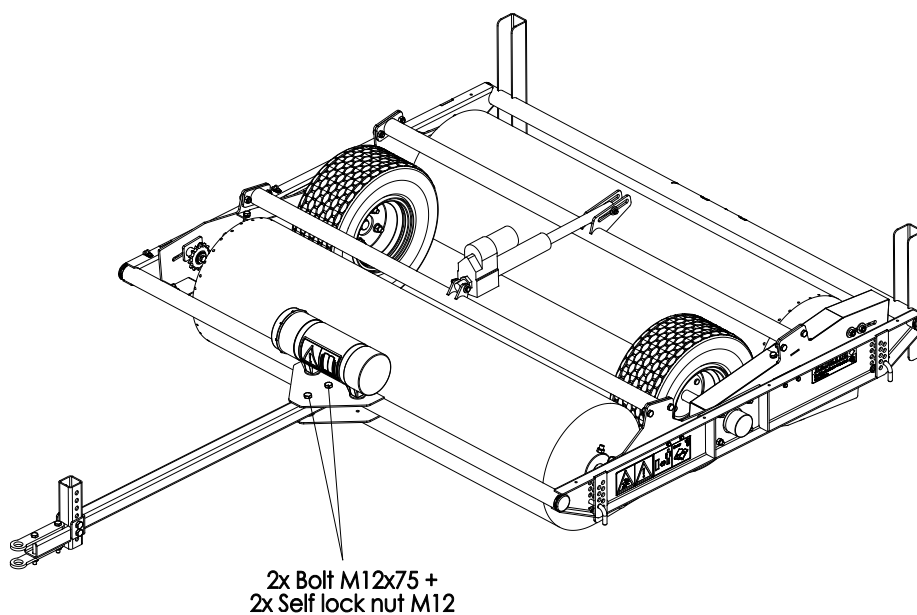

Bild 8
7. Placera dragstänggen (bild 8).